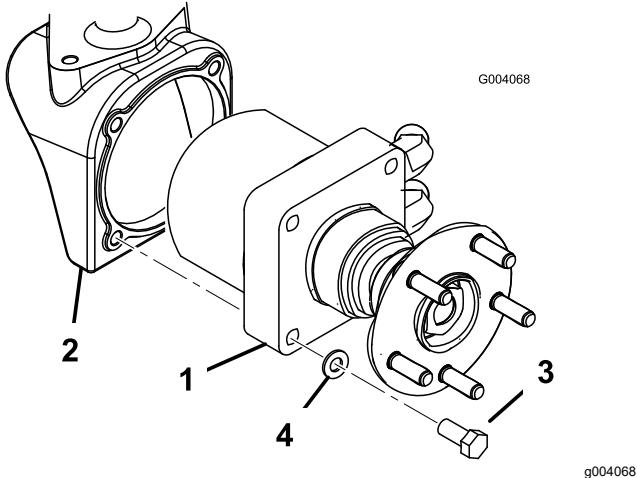

Рисунок 3
- Установите соответствующий привод колеса в сборе в каждую колесную арку, закрепив 4 болтами (1/2 x 2-1/4 дюйма) и стопорными шайбами (1/2 дюйма) (Рисунок 3). Затяните болты с моментом от 95 до 108 Н·м.